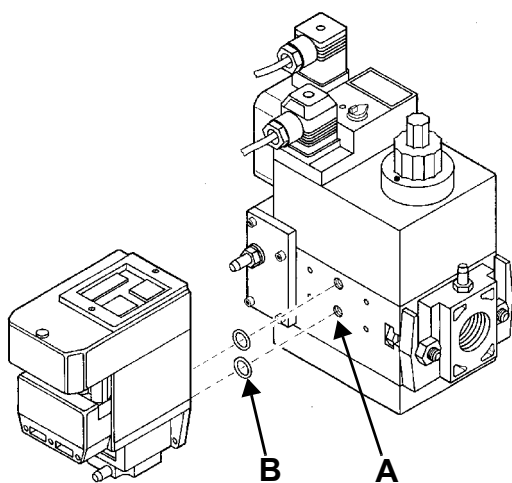
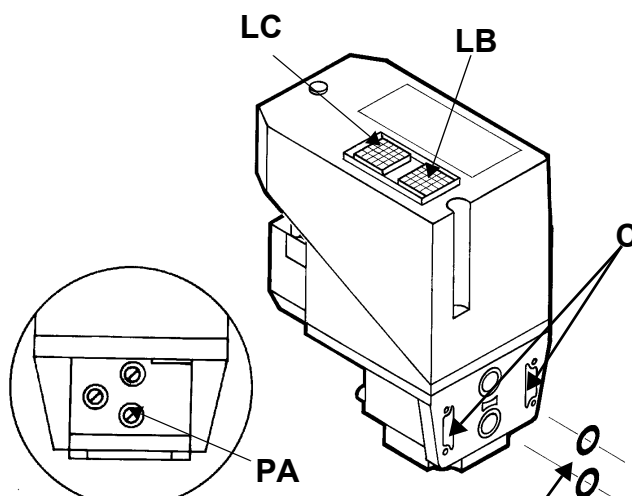

Рис. 24
Рис. 25
- 3). снять крепежные винты группы Multibloc (Рис. 24-A)
- 4). вставить уплотнительные кольца (10,5x2,25) в VPS 504 (Рис. 25-B, Рис. 24-B)
- 5). закрутить 4 винта блока контроля герметичности (M4x16) Рис. 24-C.
Для проверки работы, подсоедините манометр к штуцеру для отбора давления **PA** (Рис. 25). Если проверка завершилась положительно, через несколько секунд загорается жёлтая лампочка **LC**. В противном случае загорается красная лампочка блокировки **LB**. Чтобы перезапустить горелку, необходимо разблокировать блок управлением нажатием на светящуюся кнопку **LB**.